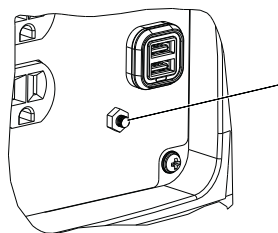

Figura 3-1. Conexión a tierra del generador
Consulte Figura 3-1. El generador portátil cuenta con un terminal para la conexión de un conductor de electrodo de conexión a tierra donde el Artículo 250.34(A) de NEC exija un sistema de electrodo de conexión a tierra. Los terminales del conductor de conexión a tierra del equipo de los receptáculos del generador están conectados al bastidor del generador. Cuando el generador suministre alimentación a los equipos conectados con cable y enchufe, como las herramientas eléctricas, NEC no exige que el bastidor del generador esté conectado a un electrodo de conexión a tierra en campo. El conductor neutro del generador se conecta al bastidor del generador de acuerdo con el Artículo 250.34(C) de NEC.